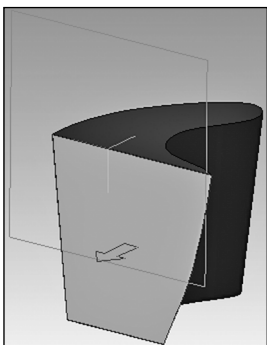

Рис. 12.13. Команда - «Сечение поверхностью»
- **Сечение поверхностью** — производит отрезание части модели с одной стороны секущей плоскости, проходящей через эту модель (рис. 12.13);